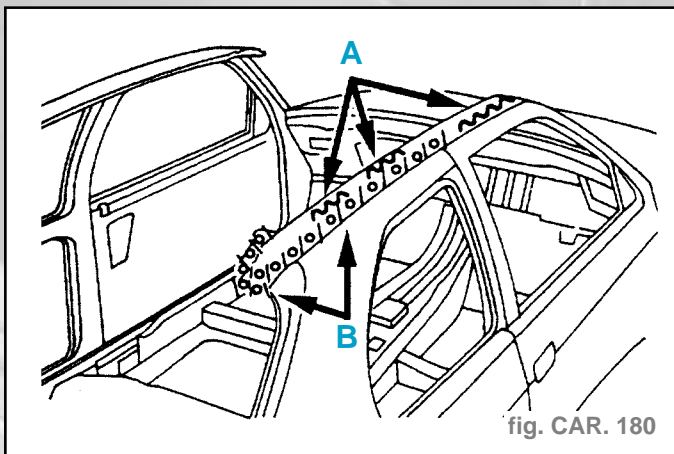

fig. CAR. 180
- Appliquer une colle structurale (suivant A) (fig. CAR 180).